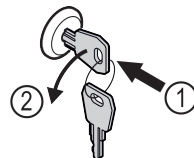

Fig. 183
- Schlüssel hineindrücken. Fig. 183 (1)
- Schlüssel um 90° gegen den Uhrzeigersinn drehen. Fig. 183 (2)